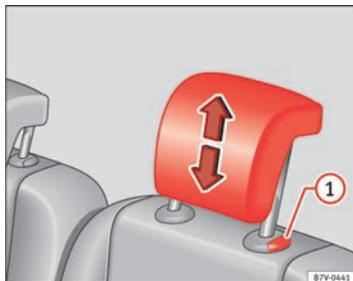

Fig. 87 Montage de l'appuie-tête de la deuxième ou troisième rangée de sièges.
- Retirez l'appuie-tête ⇒ fig. 87  en appuyant sur le bouton.